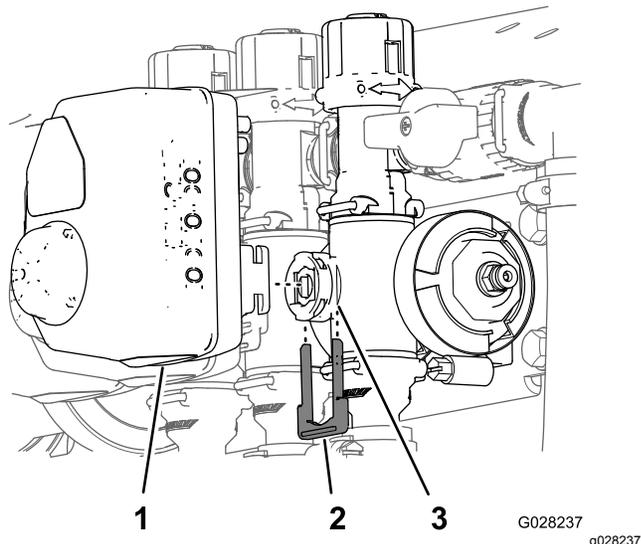

图61
3. 取下将致动器固定至喷洒率控制歧管阀、搅拌、主喷洒臂段或喷洒臂段阀的卡环图61。